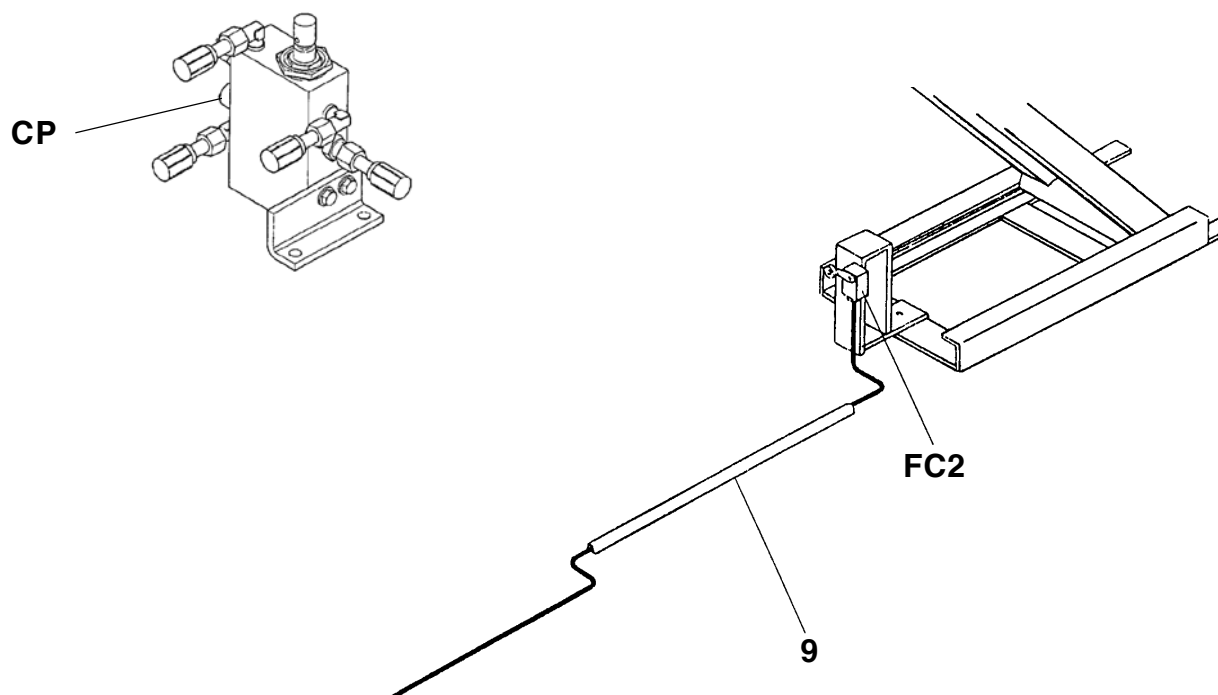

Fig. 28
4.7.2 SF635-640-650-660...1-2_1.55-2.55 (I)
Collegare i cavi presenti in centralina al pressostato (CP) (vedi Fig.28).
Posizionare il micro FC2 sotto alla pedana P1, infilare il cavo nella canalina (1 Fig.28) e collegarlo alla morsettiera nella centralina (vedi Fig.26). Fissare la canalina al suolo con gli appositi tasselli.
Connect the leads in the control unit to pressure switch (CP) (see fig. 28).
Place the microswitch FC2 below platform P1, fit the cable in the cableway (1 Fig. 28) and connect it to the terminal board in the control unit (see Fig. 26). Fasten the cableway to the floor using the plugs provided.
Die im Schaltschrank vorhandenen Kabel an den Druckwächter (CP) (siehe Abb. 28). Den Mikroschalter FC2 unter der Fahrbahn P1 positionieren, das Kabel in die Kabelführung verlegen (1 (Abb. 28) und an die Klemmleiste im Schaltschrank anschliessen (siehe Abb. 26). Die Kabelführung über die dazu vorgesehenen Dübel am Fussboden verdübeln.
Connecter les câbles du pupitre de commande au pressostat (CP) (voir Fig. 28).
Positionner le microrupteur FC2 sous le chemin de roulement P1, introduire le câble dans le cheminement (1 Fig. 28) et le raccorder à la barrette de connexion située dans le pupitre de commande (voir Fig. 26). Fixer le cheminement au sol au moyen des vis tamponnées spéciales.
Conecte los cables situados en el panel de mando al presostato (CP) (ver Fig. 28).
Coloque el microinterruptor FC2 debajo de la plataforma P1, enfilar el cable en el conducto (1 Fig. 28) y conectarlo al tablero de bornes del panel de mando (ver Fig. 26). Fije el conducto en el suelo con los tacos apropiados.